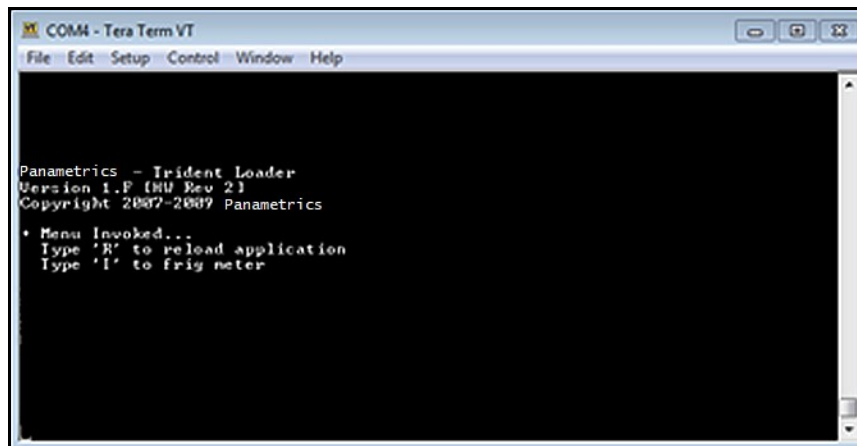

Abbildung 82: Tera Term wartet auf Eingabe
1. Schalten Sie den Sentinel LCT8 ein, starten Sie die *Tera Term*-Software und drücken Sie die **ESC**-Taste auf Ihrer PC-Tastatur. Das *Tera Term*-Terminalfenster gibt an, dass das Messgerät Ihre Eingabe erwartet (siehe *Abbildung 82* unten).